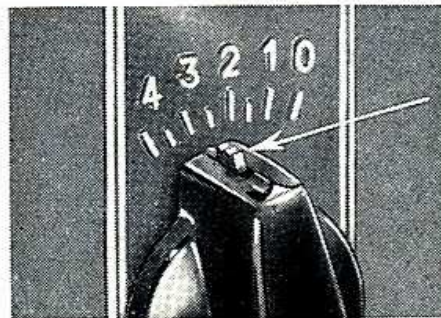

Abb. 26a.
7. Mit der Nadel oben, die Anschlagklinke einrücken (Abb. 26a) und den Knopf nach rechts drehen. Die Stichbreite wird dann automatisch auf 2 mm begrenzt. Den Transporteur wieder einschalten und den zweiten Riegel nähen. Die Maschine mit der Nadel links anhalten. Das beinahe fertige Knopfloch sieht aus wie Abb. d.